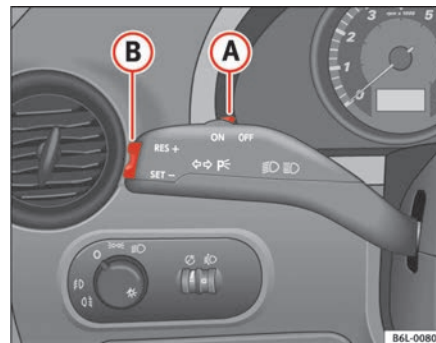

Fig. 102 Palanca de intermitentes y de luz de carretera: conmutador y tecla basculante para el regulador de velocidad
- Mueva el mando ➡ fig. 102 **(A)** hacia la izquierda hasta la posición **ON**.